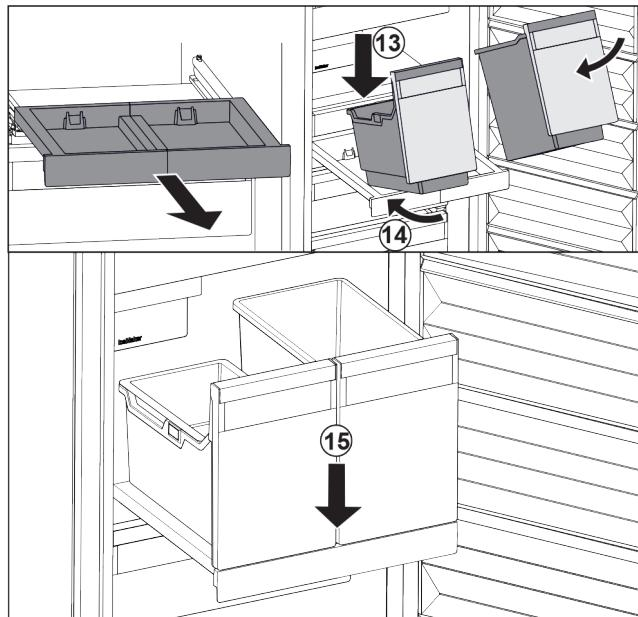

Fig. 100
- ▶ Nasadte nádobu šikmo na vysouvací desku. Fig. 100 (13)
- ▶ Zasuňte nádobu šikmo dozadu. Fig. 100 (14)
- ▶ Usaďte vpředu nádobu. Fig. 100 (15)